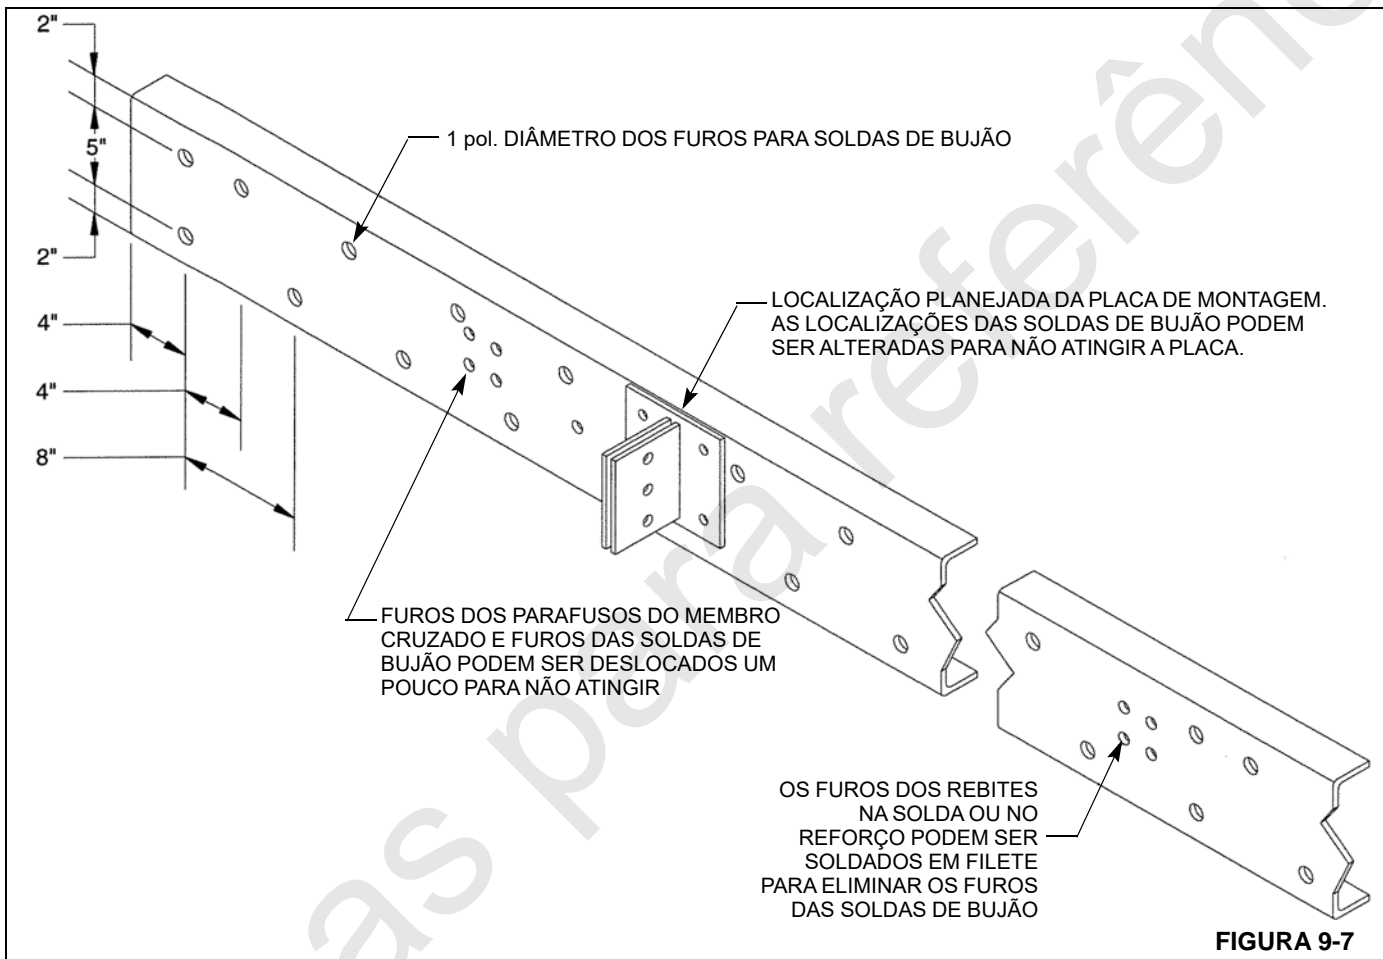

FIGURA 9-7
Instale o reforço, prenda-o no lugar, instale os parafusos dos membros cruzados que foram removidos anteriormente e solde na estrutura do caminhão conforme mostrado na Figura 9-7.
7. Se a cantoneira de reforço for soldada na estrutura do caminhão, recorte o padrão do furo da solda de bujão, como mostrado na Figura 9-7.